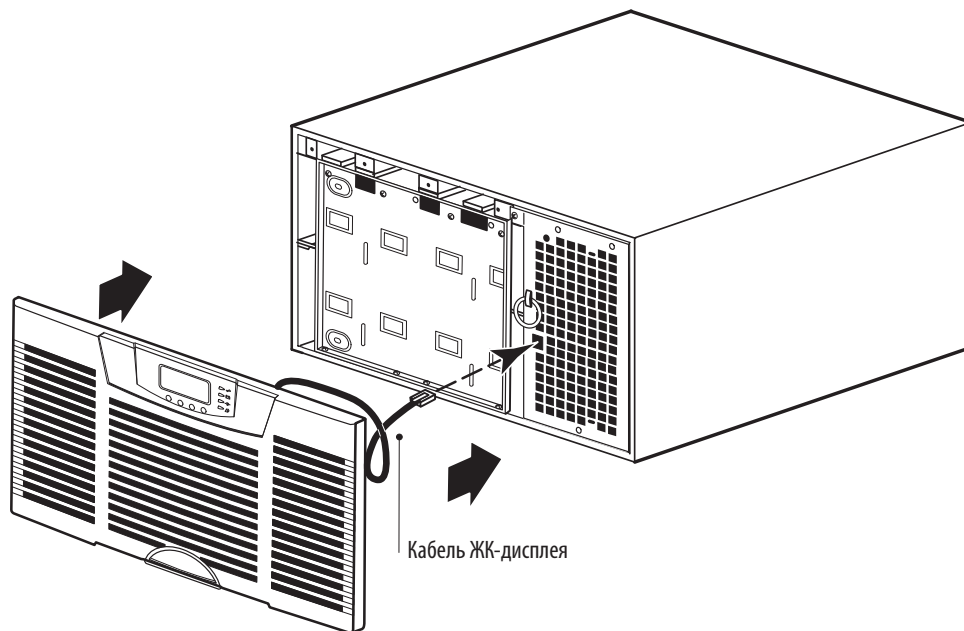

Рисунок 61. Установка передней крышки ИБП
- 7.** Установите на место переднюю крышку ИБП (см. рисунок 61).